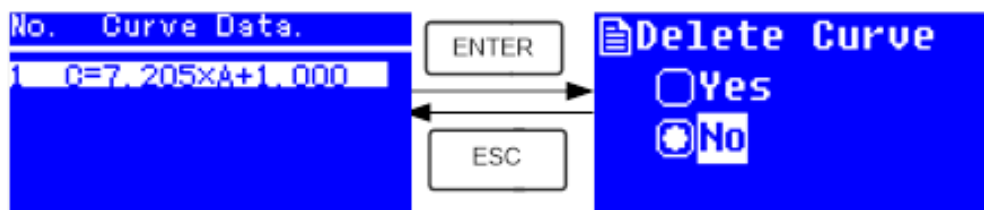

Figura 19
- Mueva el cursor a la ecuación de la curva que desea eliminar y presione **ENTER**, el sistema le pedirá confirmar nuevamente (figura 19). Mueva el cursor a “YES” (Sí) y presione **ENTER** para confirmar, la ecuación de la curva será eliminada. Si no desea eliminar la curva, seleccione “NO” o presione **ESC** para regresar.